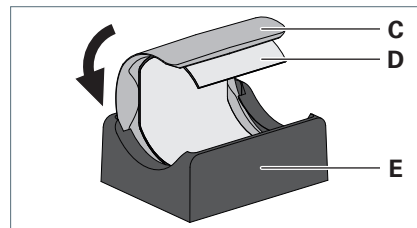

Fig. 3: Monter l'insert dans le support intermédiaire.
- ▶ Glissez l'insert **C** dans la rainure du support intermédiaire **E** jusqu'à ce que le côté ouvert de l'insert pointe vers le haut, voir Fig. 3.